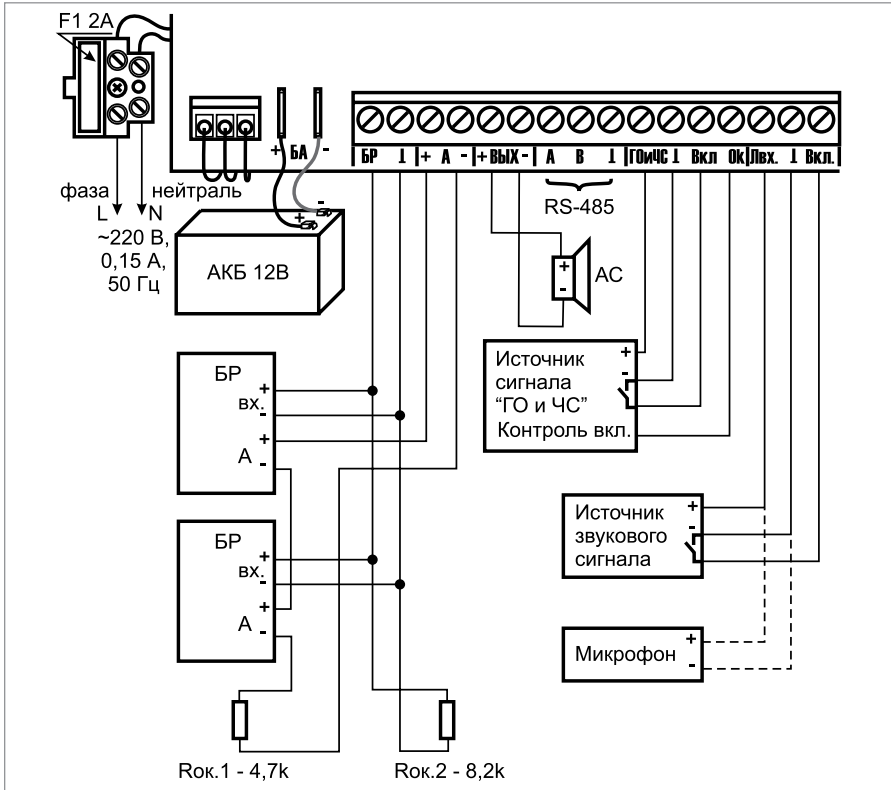

Рисунок 2. Схема внешних соединений блока «Рупор исп.03»
2. Схема внешних соединений приведена на Рисунок 2.
последовательно и через оконечный резистор 4,7 КОм подключить их к выходу контроля блоков расширения, как показано на Рисунок 2.